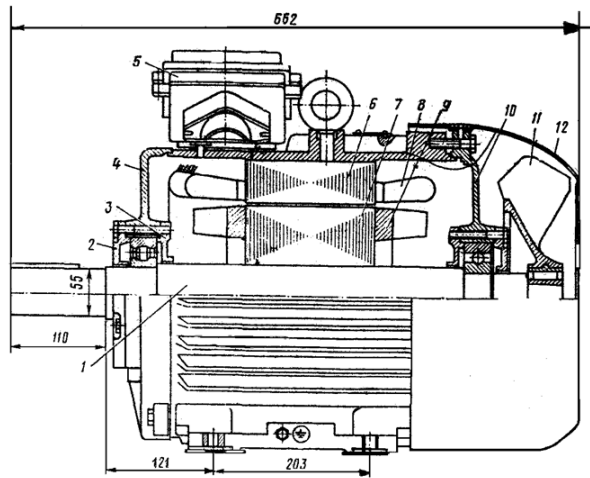

Рис. 1. Общий вид асинхронного двигателя с высотой оси вращения $h = 180$ мм; степень защиты IP44; способ охлаждения IC0141.
8. Назовите элемент 7, изображённый на рис. 1.